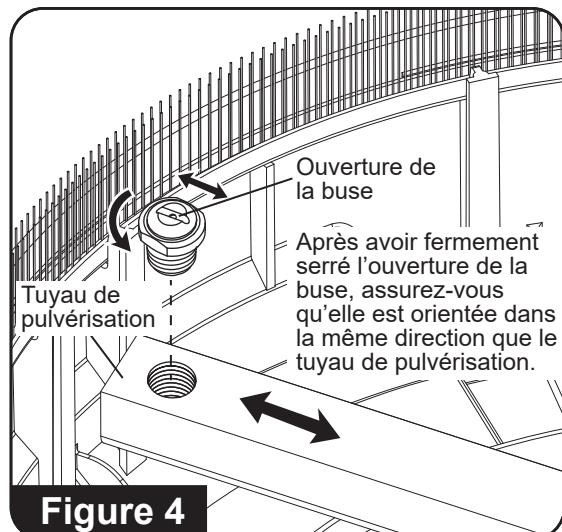

Figure 4
7. Réinstallez la buse sur le tuyau de pulvérisation. Serrez fermement. Alignez l'ouverture de la buse comme le montre la figure 4.